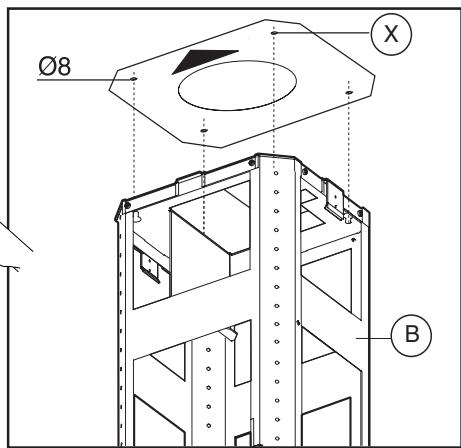

Fig. 3
- Plaats de boormal op het plafond en zorg ervoor dat de pijl zich aan dezelfde kant van de bediening van het apparaat bevindt (afb.3).